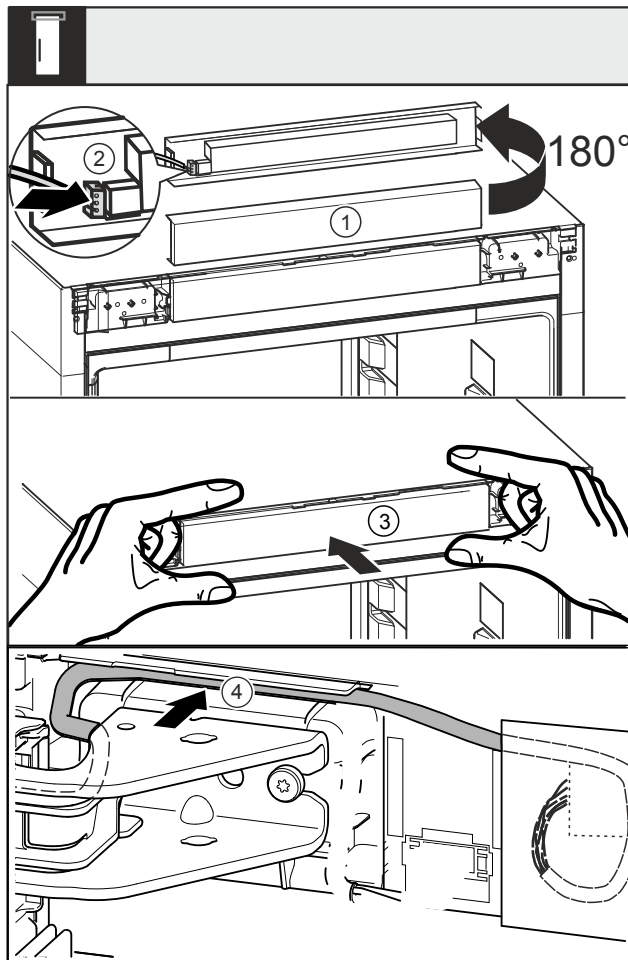

Fig. 40
- Tourner le cache *Fig. 40 (1)* de 180° vers le haut.
- Enclencher le connecteur *Fig. 40 (2)* sur le cache du panneau de commande.
- Enclencher à nouveau le cache *Fig. 40 (3)* sur l'appareil.
- Poser avec précaution le câble dans le guide *Fig. 40 (4)* au-dessus du support de palier supérieur.